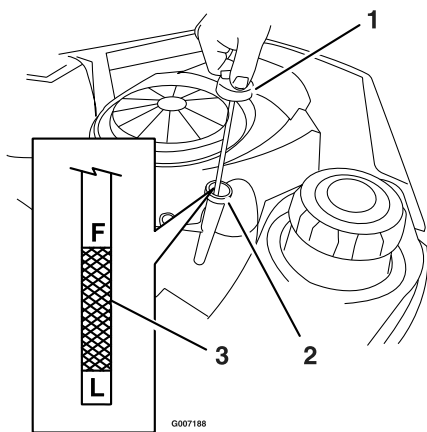
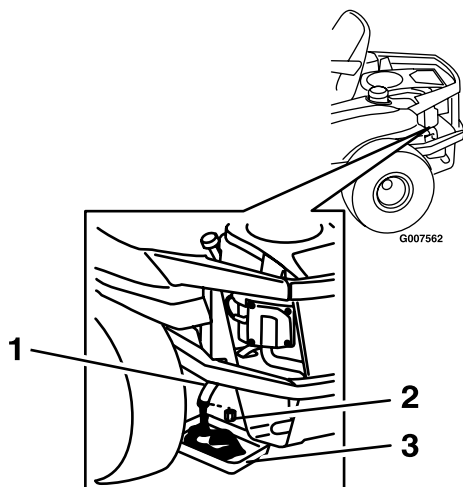

Figura 25
Figura 27
4. Retire el tapón de llenado/varilla de aceite y límpielo. Vuelva a colocar la varilla y empuje firmemente para asentarla en su lugar (Figura 25).
de la máquina, directamente debajo del orificio de vaciado del bastidor, según se muestra en Figura 27
6. Retire el tapón de vaciado del aceite (Figura 27). Retire el tapón de llenado/varilla (Figura 25).
9. Cuando se haya drenado completamente el aceite, coloque el tapón de vaciado. Apriete el tapón a un par de 14 N-m (125 pulgadas-libra). Limpie cualquier exceso de aceite del bastidor (Figura 27).
contacto con el adaptador, luego apriete el filtro 1/2–3/4 de vuelta más (Figura 27).
14. Compruebe el nivel de aceite (Figura 25); consulte la sección Verificación del nivel de aceite.